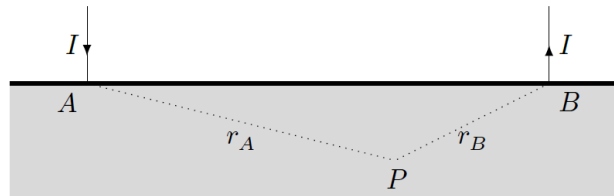

Figure 14
**Q 42.** Dans le cas des deux électrodes (figure 14), exprimer le potentiel électrique  $V$  au point  $P$  en fonction de  $\rho$ ,  $r_A$ ,  $r_B$  et  $I$ . On suppose que la valeur du potentiel est nulle à grande distance. Quelle relation définit les équipotentielles ?